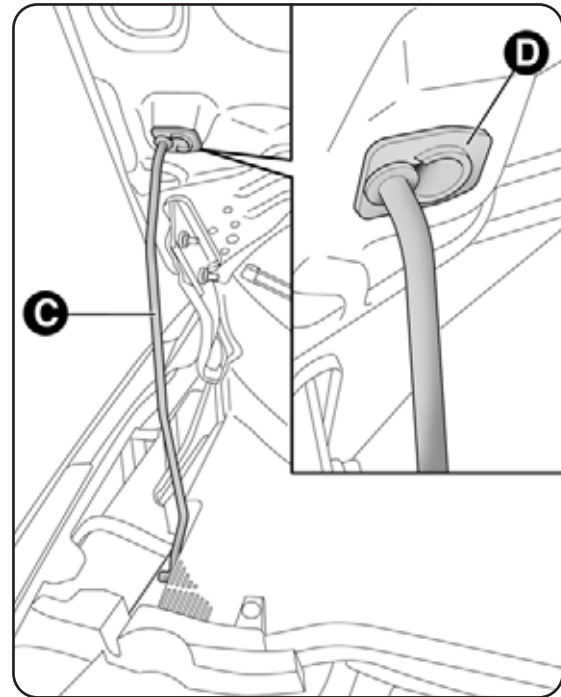

fig. 67
- abra el capó y, al mismo tiempo, separe la varilla de sujeción C-fig. 67 de su dispositivo de bloqueo; a continuación, introduzca el extremo en el alojamiento D, asegurándose de que la varilla haga clic en el orificio más pequeño de la ballestilla de sujeción.
- mantenga abierto el capó con una mano y con la otra saque la varilla C-fig. 67 del alojamiento D y vuelva a introducirla en su dispositivo de bloqueo;